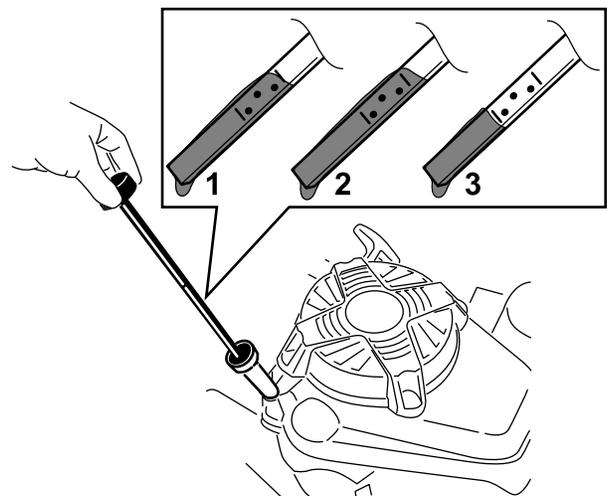

Figura 28
3. Retire la varilla girando el tapón en el sentido contrario a las agujas del reloj y tirando del mismo (Figura 28).
- Observe en la varilla el nivel de aceite (Figura 28).